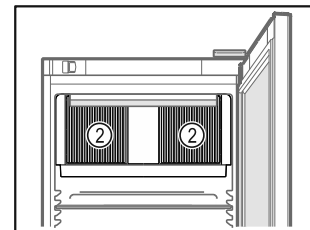

Fig. 57
- A belső térben lévő keringető ventilátor szellőzőnyílásait Fig. 57 (2) tartsa szabadon.